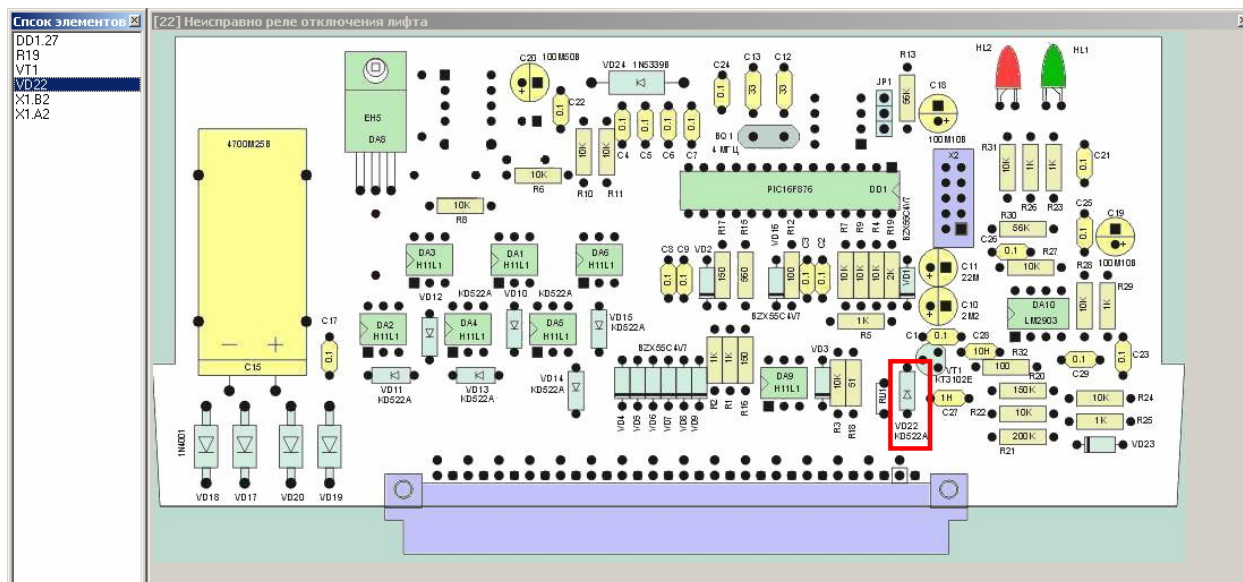

Рисунок 42. Интерактивный поиск ошибки ЛК.
4. Появиться окно интерактивного поиска ошибки ЛК (рисунок 42)